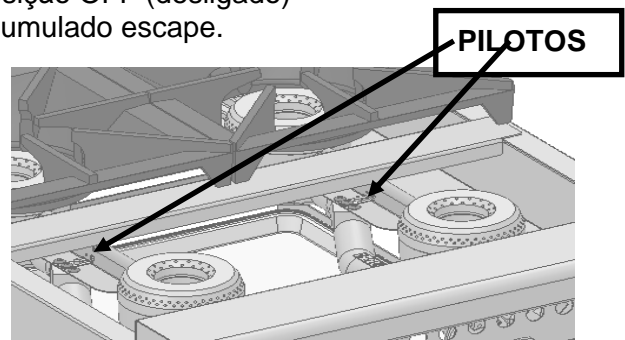

Fig. 5
1. Ver Fig. 5. Fechar a válvula principal do gás e todos os botões de controle do queimador para posição OFF (desligado) e espere 5 minutos para deixar que qualquer gás acumulado escape.
3. Gire a válvula principal do gás para a posição ON (ligado). Acenda o piloto entre cada dois queimador principais. O piloto pode ser acessado por sob o suporte da chapa que corre da esquerda para direita. Ajuste o parafuso da válvula (Ver Fig.5 a seguir) até a chama do piloto apresentar uma ponta levemente amarelada.